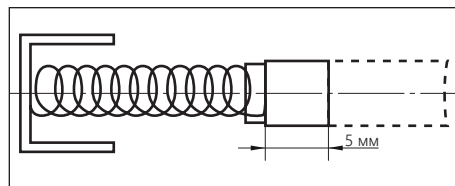

Рисунок 17.
- замените щетки, если пружина повреждена или графитовая поверхность изношена (длина менее 5 мм (рис. 17);